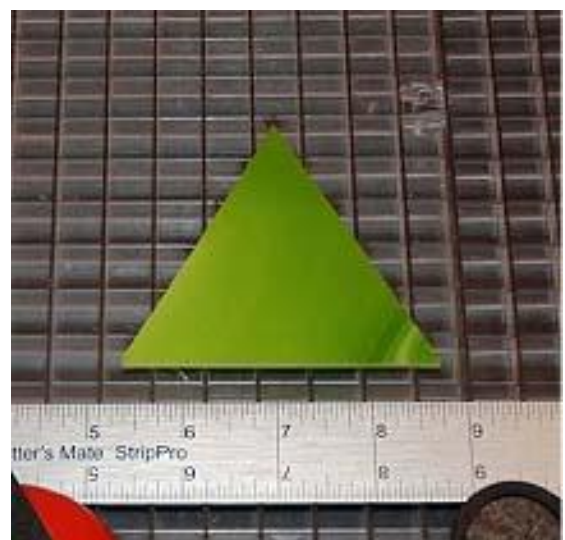

Figure 4
4. Le résultat final sera un triangle égale face. (Figure 4)